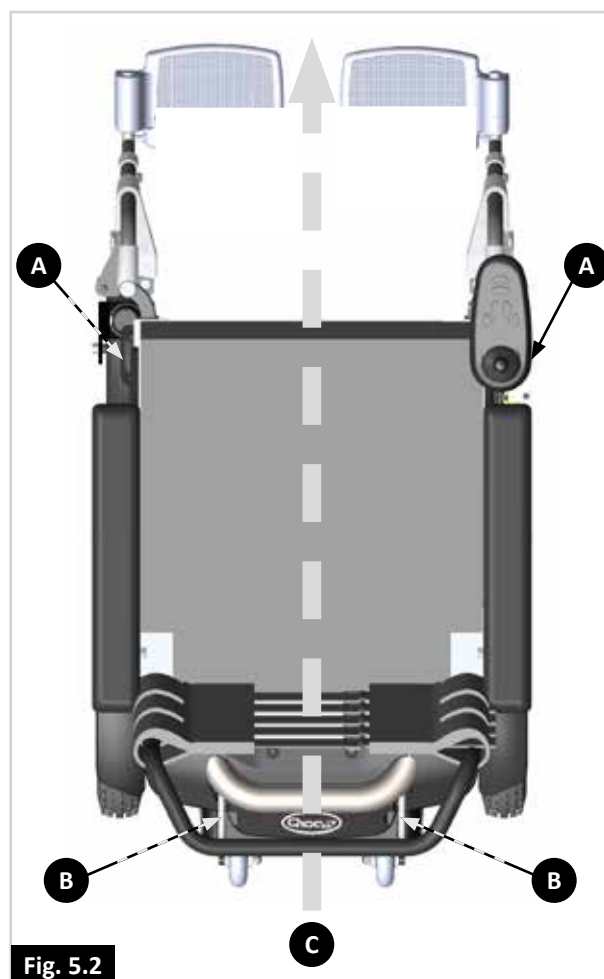

Fig. 5.2
- Säkras med ett 4-punkts bältespänningssystem (2 på framsidan, 2 på baksidan, Fig. 5.2), som motsvarar:
- Rullstolen kan endast säkras genom att använda fästpunkter på rullstolens ram (Fig. 5.2 - 5.8).